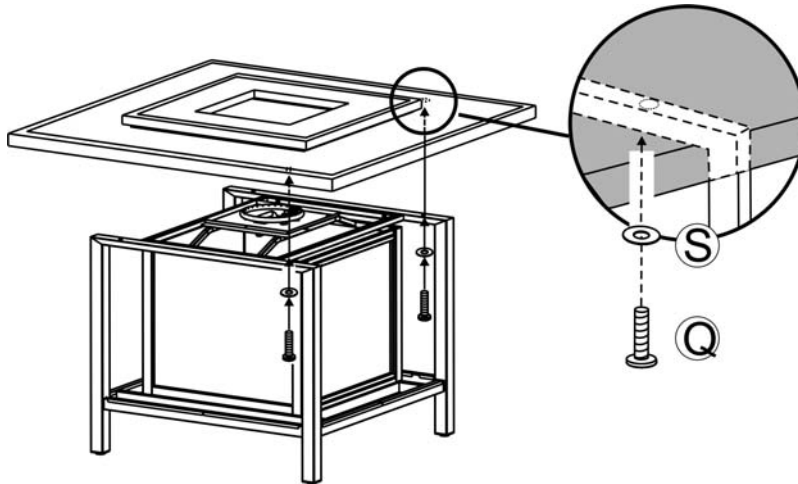

Figura 6
6. Coloque el tablero en la base del hoyo de fuego ensamblado. Asegure el tablero a la base del hoyo de fuego usando cuatro pernos de 1/4 pulgada x 40 mm y arandelas de Ø20x6.5x1.0 mm como se muestra en la Figura 6.